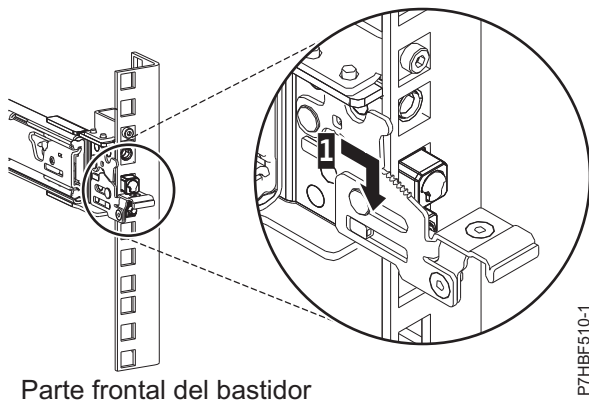

Figura 5. Patillas que están asentadas en el riel frontal del bastidor
6. Tire del raíl deslizante hacia adelante e inserte tres patillas de la parte frontal del raíl en los orificios dentro de la unidad EIA seleccionada que se marcaron anteriormente. Baje el raíl deslizante (1) para aplicarle el mecanismo de enganche de la patilla central. Para conocer detalles, consulte la Figura 5 en la página 6.